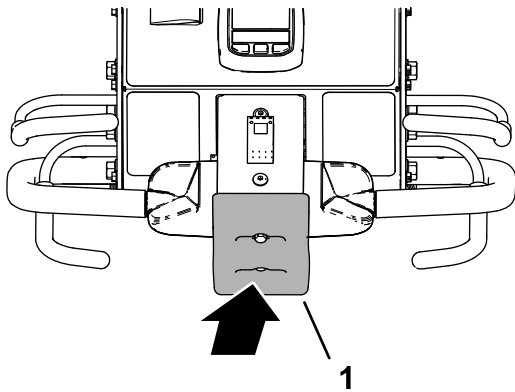

Bild 85
**Wichtig:** Um die Maschine sofort anzuhalten, betätigen Sie den Anschlagschalter (Bild 85).